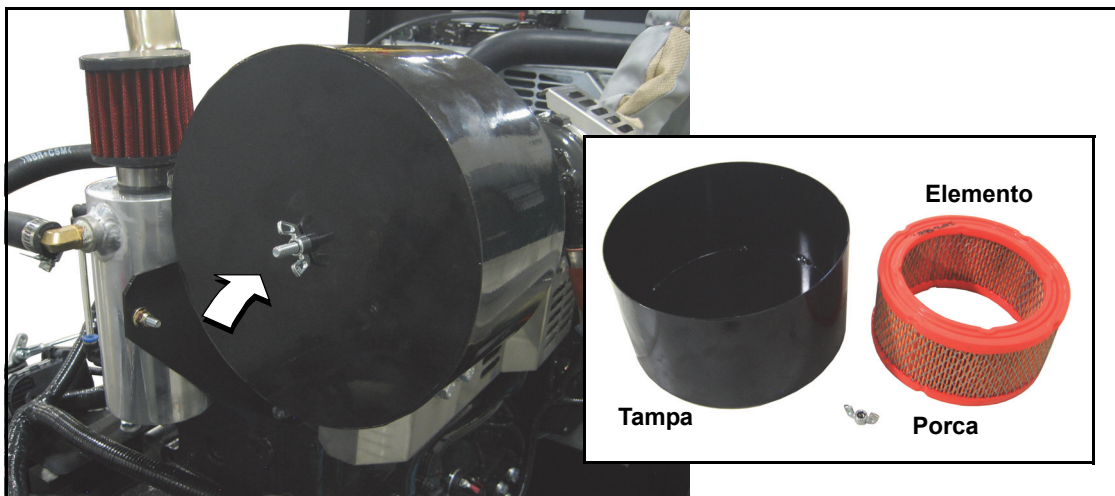

Figura 5-14. Tampa do filtro e elemento de filtro de ar
1. Remova a porca borboleta da barra roscada para soltar a tampa do filtro de ar. Consulte a Figura 5-14.